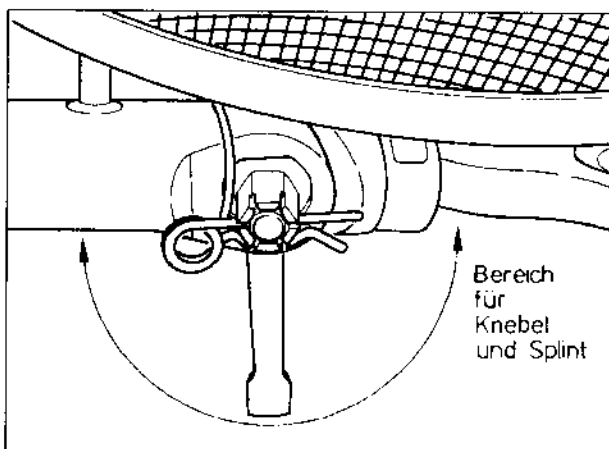

Bild 35
- ACHTUNG** Bei Einsatz der Antenne CTA 218 des FM 1000 ist darauf zu achten, dass die Deichsel und die zugehörigen Knebel sich in der in Bild 35 gezeigten Position befinden.